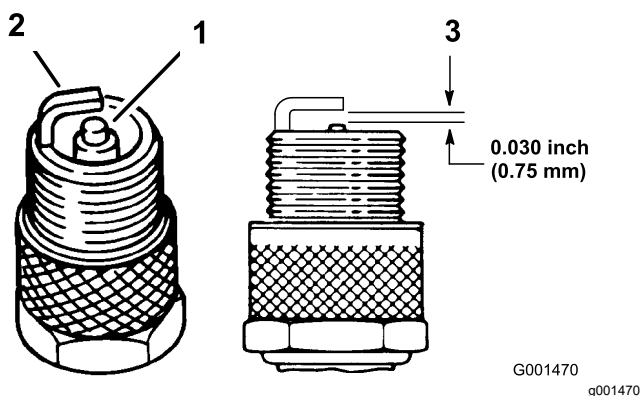

Рисунок 43
4. Проверьте состояние бокового электрода, выровняйте по центру электрод и выровняйте по центру изолятор электрода, чтобы избежать повреждений (Рисунок 43).
5. Установите воздушный зазор между центральным и боковым электродами на 0,76 мм, как показано на Рисунок 43.